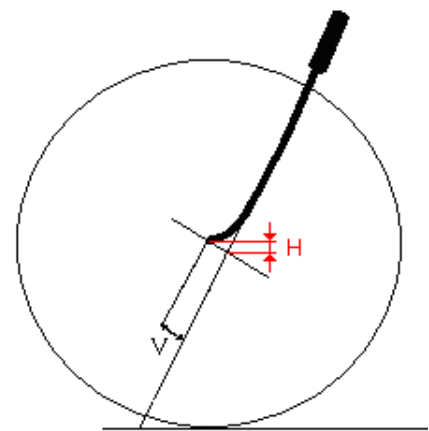

FIG.1b
**Het optillen van het frame tijdens het verdraaien van het stuur, zie FIG.1b.**, is een belangrijk effect van de vorkdoorbuiging **V** (sprong). Als we het stuur 90 graden draaien, wordt het frame over de hoogte **H** opgetild. Als we minder draaien, wordt het frame ook minder opgetild. Rechtdoor gaat via het laagste punt en dat kost het minste kracht. Als er meer gewicht op het voorwiel drukt, zal er meer gewicht opgetild moeten worden. De onderzoeker David Jones introduceerde een stabiliteitsindex **U**. Als deze tussen -1 en -3 ligt, hebben fietsen goede stureigenschappen; bij de hogere waarden, als -1, wordt de fiets instabieler; bij lagere waarden, zoals -3, is het zelfcorrigerend effect groter. Je moet het stuur dus iets verder draaien voor je de bocht om gaat; als je minder ver draait, komt het stuur vanzelf weer recht. In het blad FIETS geeft men deze u-waarde vaak weer bij de framegegevens. Hoewel de u-waarde dus gebruikt wordt om de **stabiliteit van fietsen met eenzelfde wieldiameter onderling te vergelijken**, (zoals bij een test van verschillende racefietsen), blijkt het theoretisch model van Jones niet goed genoeg om een absoluut oordeel te geven. De formule komt uit de tweede druk van *Bicycling Science*; in de huidige druk beschouwt men de hier gebruikte formule voor de U-waarde dan ook als fout.